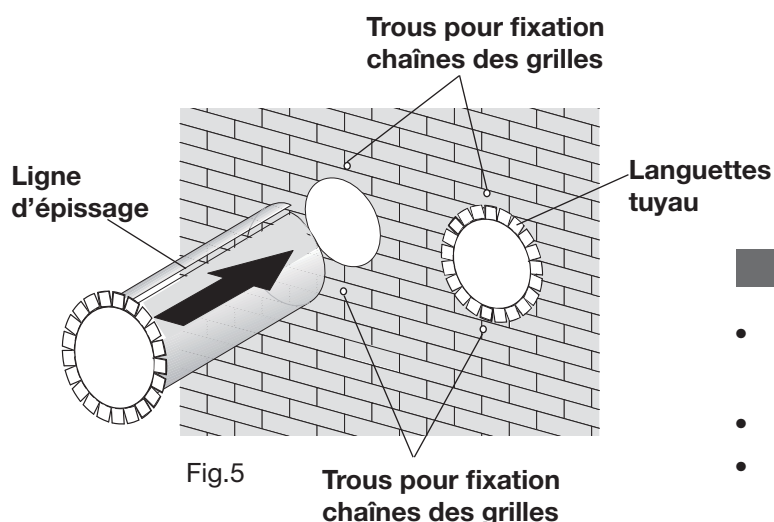
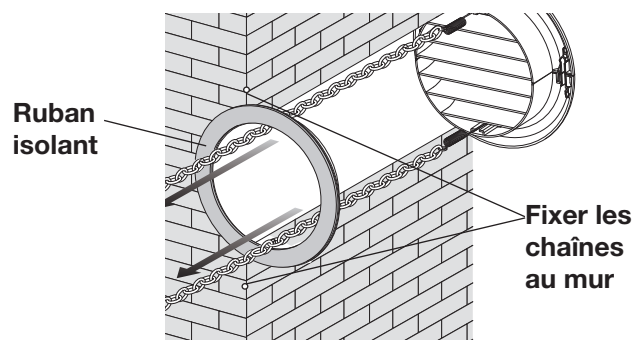

Fig.5
Fig. 7
- Introduire dans les deux trous les tuyaux en plastique obtenus, en faisant attention à la ligne d'épissage (Fig.5), qui doit toujours être tournée vers le haut.
- Appliquez le ruban isolant adhésif (Fig.7) sur les languettes du tuyau au mur. (Fig. 5)
- Tirez la chaîne, en tenant le ressort et fixez les anneaux de chaîne dans les trous du mur (fig. 5 - 7); utilizzare le viti con rondella fornite.